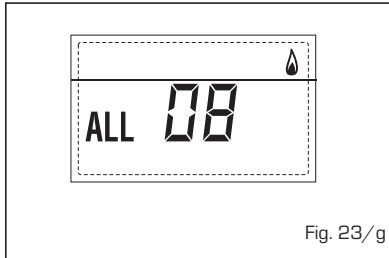

Fig. 23/g
- **ANOMALÍA CIRCULACIÓN AGUA "AL 09"** (fig. 23/h)